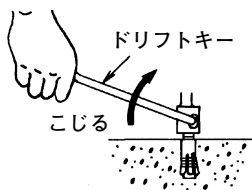

図 12
- (3) スポイトで掃除した後、アンカーの先端にプラグを付け、手ハンマなどで打込みます。
- (4) 打込み後はドリフトキーでアンカーを分離します。（図 12）